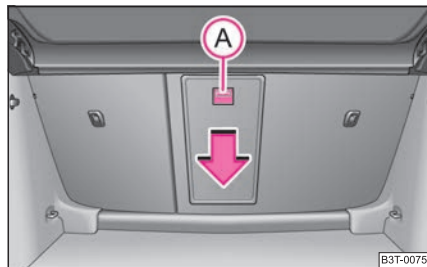

Fig. 105 Maletero: tecla de desbloqueo
- Empuje la tecla de desbloqueo (A) hacia abajo ⇒ página 94, fig. 105 y abata la tapa (con apoyabrazos) hacia delante.
- Abatir la tapa y el apoyabrazos hacia arriba hasta el tope – la tapa deberá encastrar de forma audible. Esto lo reconocerá en que, desde el compartimento de pasajeros, ya no se verá la zona roja encima de la tecla de desbloqueo (A) ⇒ página 94, fig. 105.